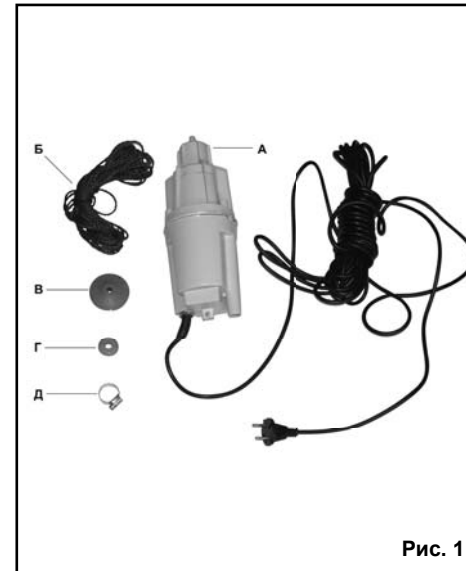

Рис. 1
3. КОМПЛЕКТНОСТЬ (Рис. 1)
- 7.2. На выходной патрубок 9, установите соответствующий шланг необходимой длины (не комплектуется), обеспечив герметичность соединения хомутом Д (Рис.1). Подключайте только гибкие шланги из резины с внутренним диаметром не менее 19 мм. Применение шлангов меньших диаметров создает дополнительную рабочую нагрузку на насос. Допускается использование жестких стальных или пластмассовых труб, но присоединять их к насосу следует только через гибкий шланг длиной не менее двух метров.